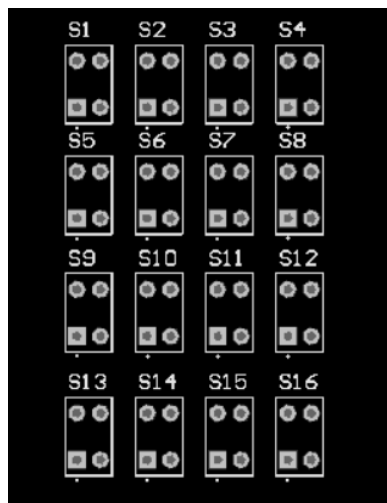

图 8-2-5 经过移动、排列对齐后的键盘阵列
(6) 经过移动、排列对齐操作后，效果如图 8-2-5 所示。